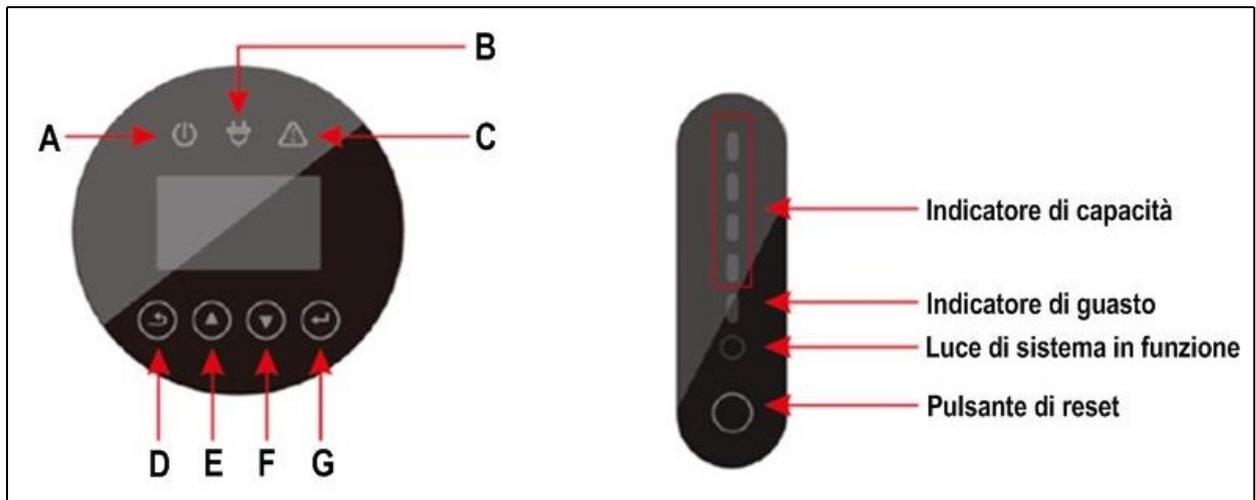

Fig. 31 (Descrizione delle funzioni)
Passo 1 Premere il pulsante D (fig.31) del tastierino di interfaccia per accedere al menù principale
Passo 2 Premere il pulsante G (fig.31) per entrare in SETUP (inserire password 00000)